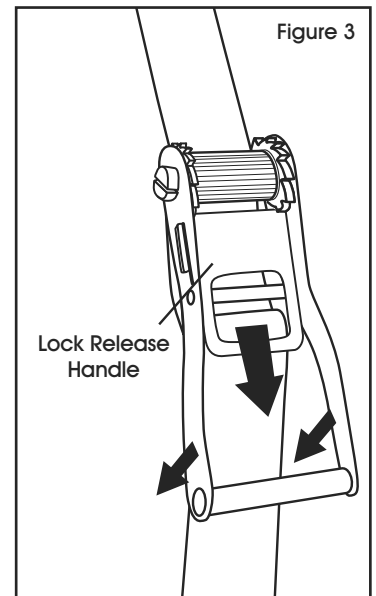
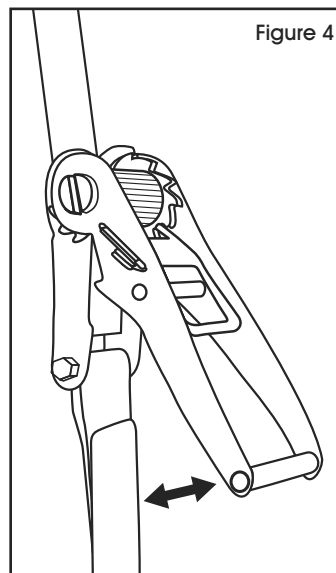

Figure 3
Figure 4
3. If handle is closed and locked, pull on the Lock Release Handle to disengage. (See Figure 3) Then tighten strap by pumping the handle until strap is tight. (See Figure 4)
3. Si la poignée est fermée et bloquée, tirez sur la poignée de dégageur pour libérer. (Voir figure 3) Puis, serrez la sangle en pompant la poignée jusqu'à ce que la sangle soit serrée. (Voir figure 4)